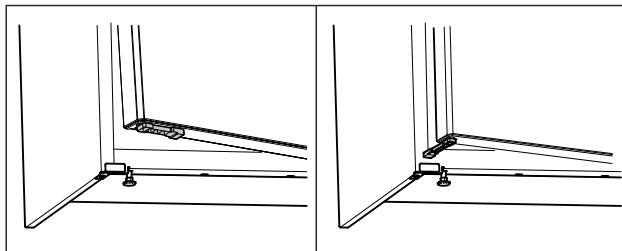

Fig. 67 *
- Draai de deuropeningsbegrenzer met 90°. (zie Fig. 67) *